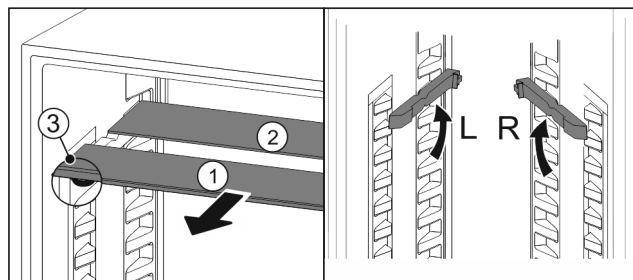

Fig. 115
- ▶ Steklene plošče posamično izvlecite Fig. 115 (1) naprej.
- ▶ Steklena plošča Fig. 115 (1) z okrasno letvijo je spredaj.
- ▶ Zaustavljalniki Fig. 115 (3) so obrnjeni navzdol.